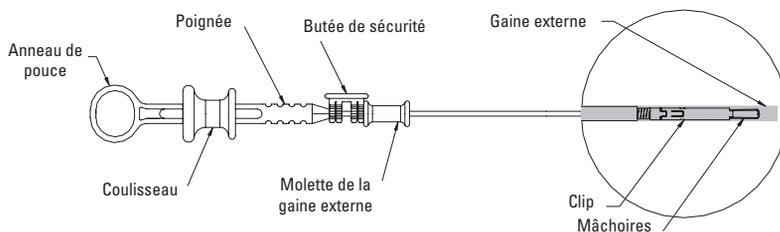
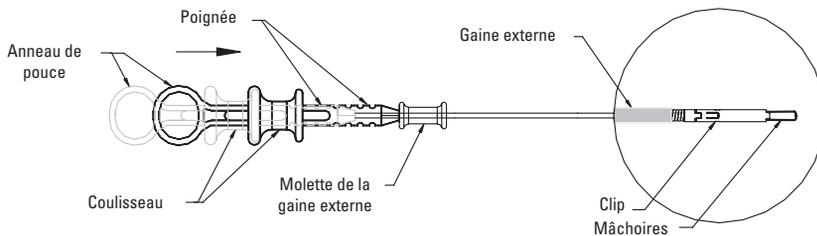

Figure 1 : Dispositif à clip Resolution
Figure 2 : Retrait de la butée de sécurité et dégagement du clip
2. Lorsque la sortie du dispositif à clip Resolution™ est observée au niveau de l'extrémité de l'endoscope par visualisation directe, retirer la butée de sécurité située entre la molette de la gaine externe et la poignée, comme illustré dans la figure 1. Pour dégager complètement les mâchoires du clip Resolution, maintenir la molette de la gaine externe et pousser la poignée en direction distale jusqu'à ce qu'elle repose contre la molette, comme illustré dans la figure 2.